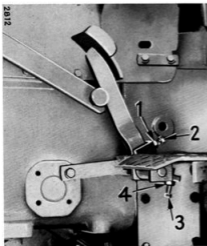

Bild 46. 1. Läsmutter
För justering av kopplingen lossas läsmuttern (1, bild 46) och inställningskruven (2) skruvas ut tills det rätta pedalspelet på 5 cm uppnås.